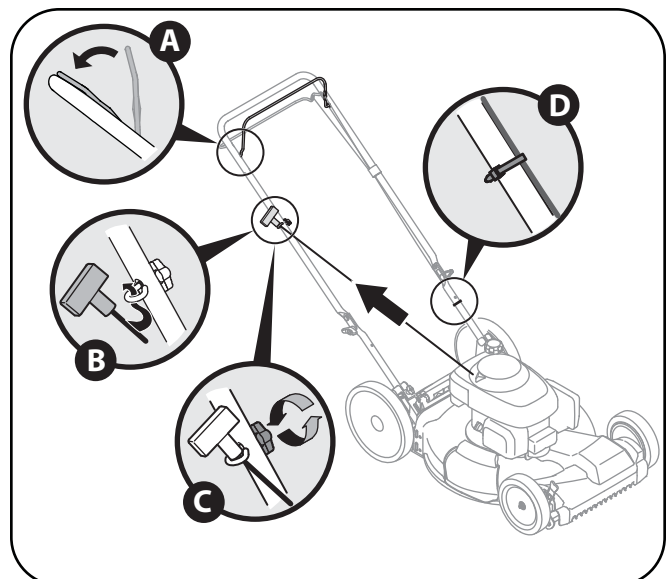

Figure 3-6
4. Le guide de la corde du démarreur est installé sur la droite du guidon supérieur. Desserrez le boulon à oreilles qui maintient le guide de la corde en place. Voir la Figure 3-6.
- b. Dégagez lentement la poignée du démarreur à lanceur du moteur et faites passer la corde dans son guide. Voir la Figure 3-6.